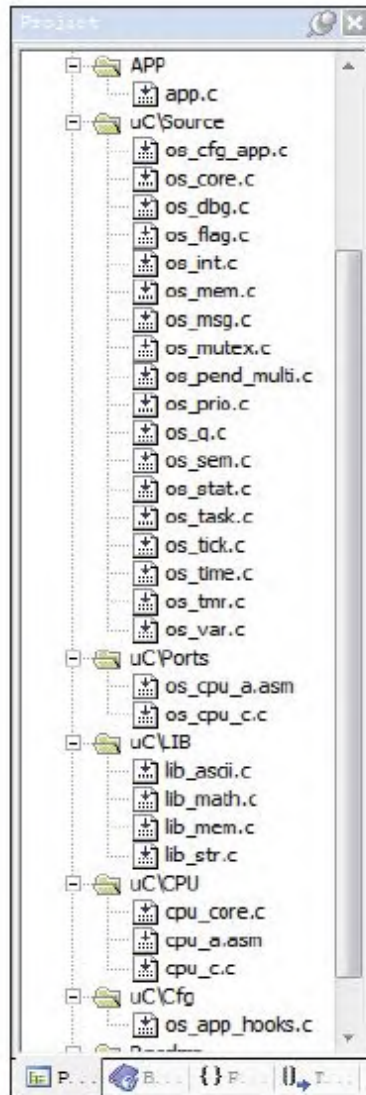

图 27-4 添加完整的工程目录
13) 建立BSP、APP、uC/Source、uC/Ports、uC/LIB、uC/CPU和uC/Cfg七个文件夹组，并添加进相应的文件，添加完毕后效果见图27-4。